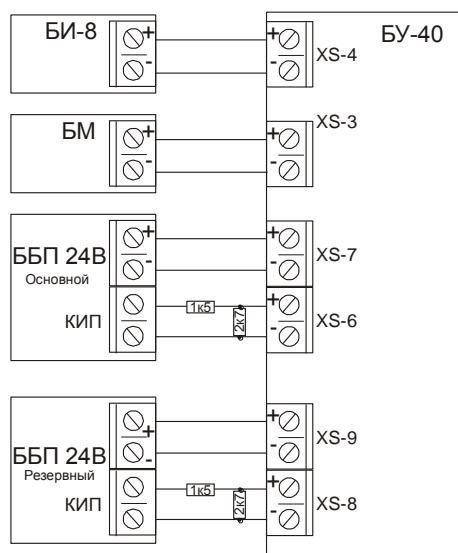

Рис. 17
Подключите источники питания к блокам БУ-40, БК-4, БМ, БИ-8 согласно схемам, отображенным на рис. 17, 18. ППУ предполагает подключение двух источников питания к блокам БК-4 и БУ-40. Кроме того, контролируется работа каждого из источников при переходе питания от сети на АКБ при помощи шлейфа КИП. Отображение работы источников питания на блоках индикации БИ-8 согласно таблице 10, на БК-4 согласно таблице 14. В случае использования только основного источника питания установите конфигурационные переключки Х1 (5) БУ-40 и Х3 БК-4 в положение «замкнуто». Данные переключки маскируют отсутствие резервного источника питания.